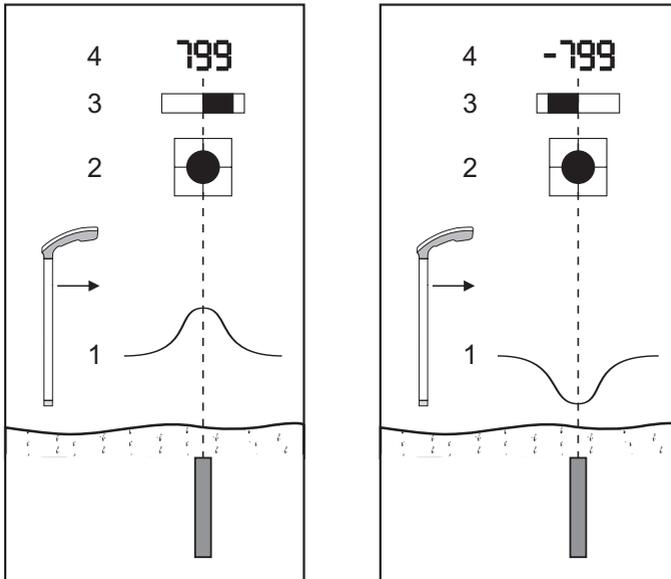

Fig. 6: Objeto na posição vertical (representação de secção) – Possíveis resultados da localização
- Objetos na posição vertical (fig. 6)